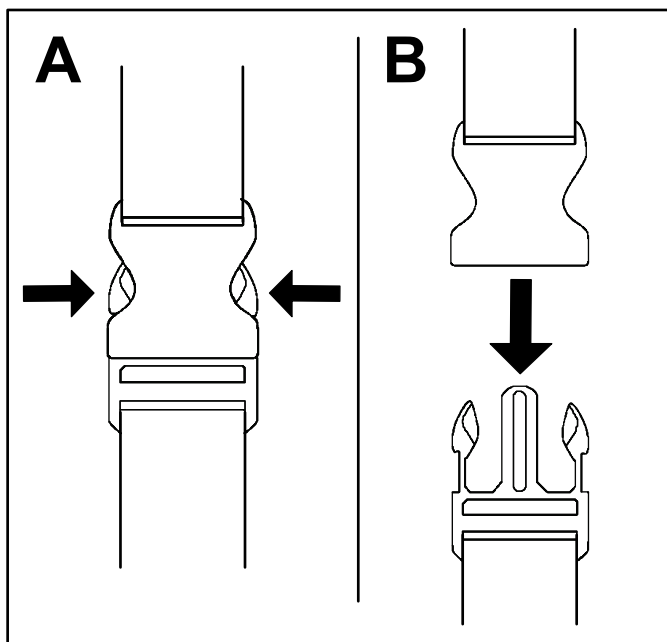

Figura 10
1. Pressione os lados da fivela (A de Figura 10).
2. Permita que a fivela se desligue (B de Figura 10).